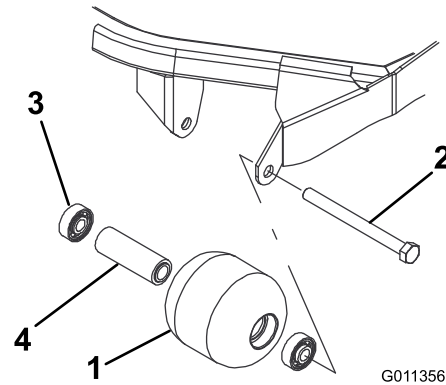

Bild 86
1. Entfernen Sie die Rollenbefestigungsschraube (Bild 86).
4. Prüfen Sie das Rollengehäuse, die Lager und das Distanzstück auf Beschädigungen (Bild 86). Tauschen Sie beschädigte Teile aus und bauen Sie alles wieder zusammen.
1. Drücken Sie das erste Lager in das Rollengehäuse (Bild 86). Drücken Sie dabei nur auf den äußeren Ring oder gleichmäßig auf die inneren und äußeren Ringe.
2. Setzen Sie ein Distanzstück ein (Bild 86).
3. Drücken Sie das zweite Lager in das Rollengehäuse (Bild 86). Pressen Sie dabei gleichmäßig auf den inneren und den äußeren Käfig, bis der innere das Distanzstück berührt.